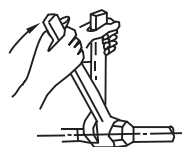

Fig. 7-3
- Ponga el tubo de conexión en la posición correcta, apriete las tuercas primero con la mano y después con la llave. (vea la Fig. 7-3)